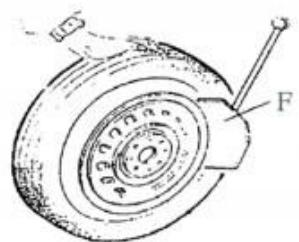

Fig. 5
1. Évacuez complètement l'air du pneu, placez le pneu contre le tampon en caoutchouc (S).
2. Amenez la pelle contre le talon, à environ 10 mm du bord de la jante, comme indiqué en figure 5.
3. Enfoncez la pédale du décolle-talon (U) pour pousser la pelle dans le pneu.